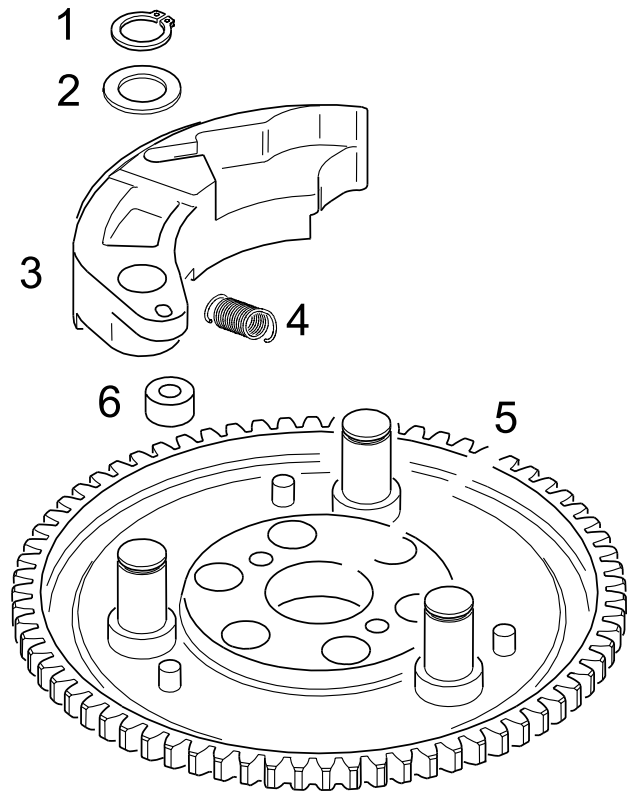

Bild 35
- ⇒ Die 3 Gummibuchsen (6) auf die Haltestiften am Starterzahnkranz (5) schieben (siehe Bild 35).
- ⇒ Die 3 Fliehgewichte (3) auf die Lagerbolzen des Starterzahnkranzes (5) schieben (siehe Bild 35).
◆ **Hinweis:** Bei der Montage der Fliehgewichte ist darauf zu achten, daß die Gummibuchsen (6) nicht deformiert werden (siehe Bild 35).
- ⇒ Passscheiben (2) und Sicherungsringe (1) montieren (siehe Bild 35).